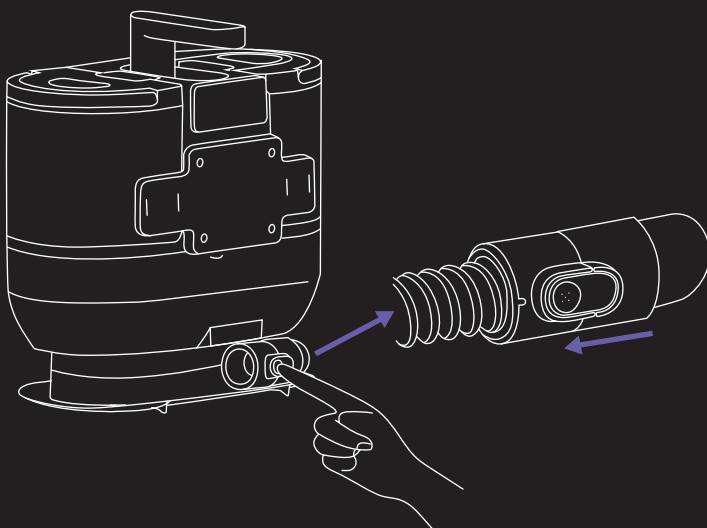

Fig. 4
5. Lors du démontage vous devez tenir le verrou du tuyau flexible d' une main , tout en appuyant avec l' autre main pour le libérer à déverrouiller , et alors te tirer autour de ça lâche à faire (Fig . 4).